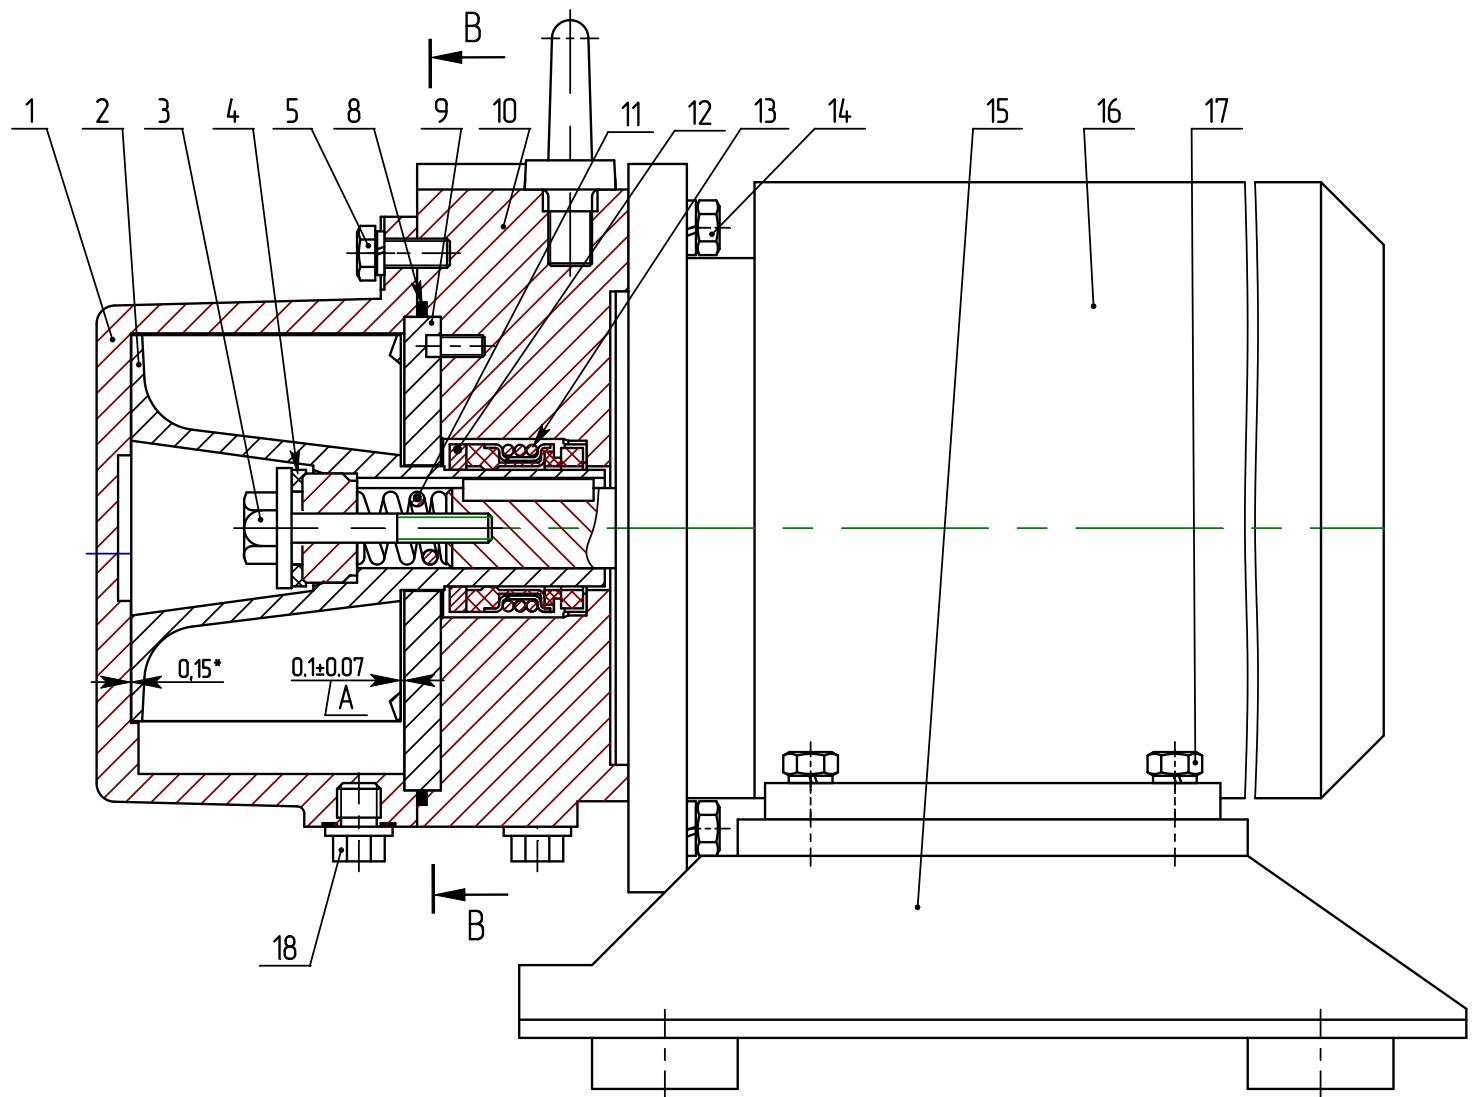

Рисунок 1 Разрез электронасоса 2BBH1-0,8
4.1.2 Порядок разборки электронасоса (см. рисунок 1):